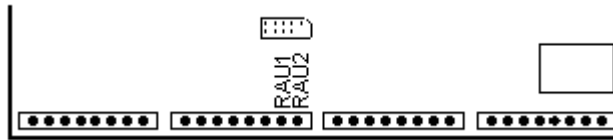

Figura 34
- 2 salidas auxiliares RAU1 y RAU2 (Figura 34)